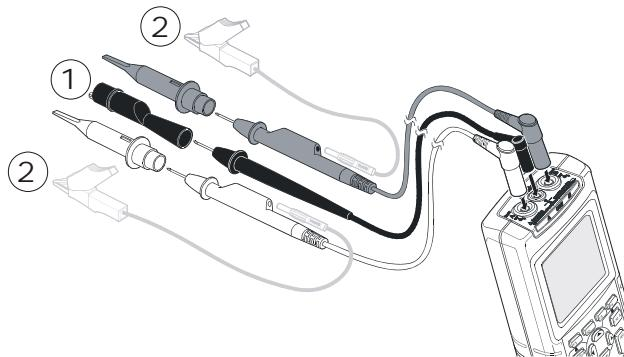

Рис. 2-3 Настройка режима измерения напряжения
См. рис. 2-3. Для правильного заземления необходимо подключить короткие заземляющие провода ② к точкам, имеющим один и тот же потенциал (потенциал земли). Можно также использовать измерительный провод ① для заземления. См. также главу 9 "Правильное заземление".